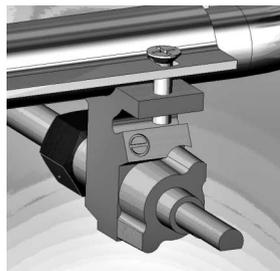

Рис. 6 Кран газовый с винтом малого пламени
- б) через отверстие в панели управления, повернуть регулировочный винт крана (расположен сбоку см. рис. 6) по часовой стрелке до упора;
- б) винт крана «малое пламя» (расположен сбоку см рис. 6) закрутить по часовой стрелке до упора;